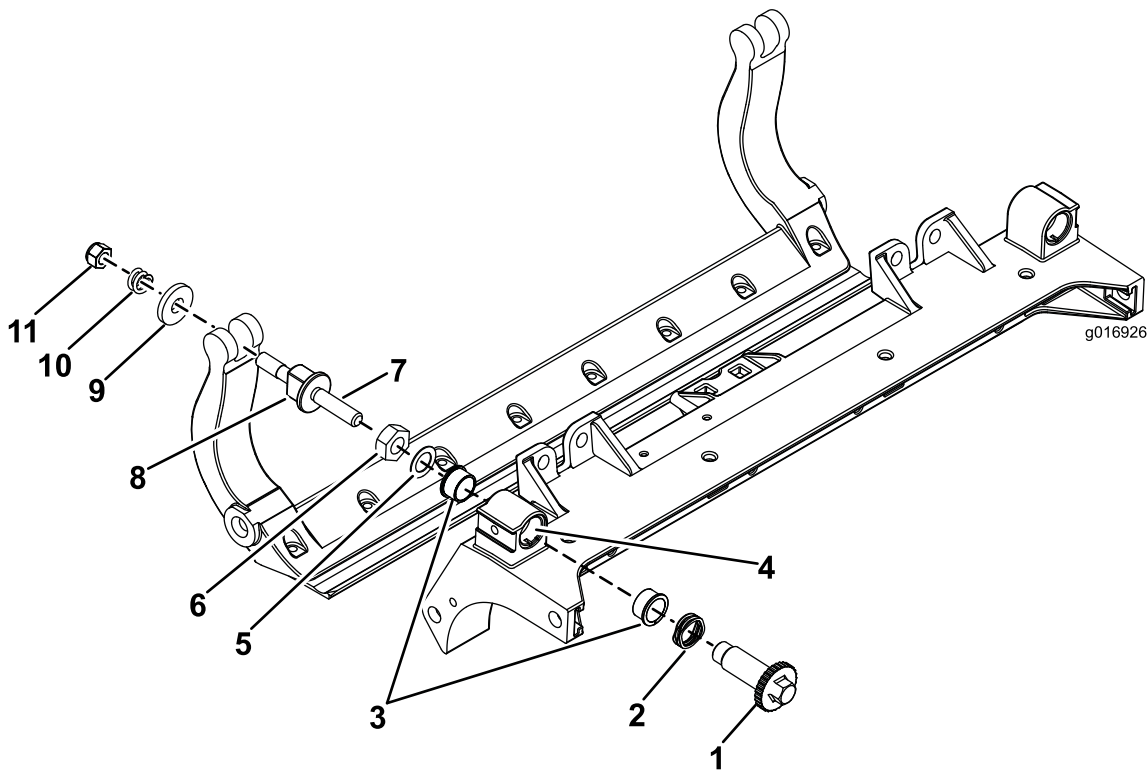

图36
- 1. 拆除所有零件 (请参阅 HD DPA 套件 (型号 120 - 7230) 安装说明和图36)。
- 2. 将防粘剂涂抹到滚刀组承载架的轴套区内侧 (图36)。
- 3. 将凸缘轴套上的键与机架的槽对准, 然后安装轴套 (图36)。
- 4. 将一个波形垫圈安装到调节器轴上, 然后将调节器轴滑入滚刀组机架中的凸缘轴套内 (图36)。
- 5. 用扁平垫圈和锁紧螺母固定调节器轴 (图36)。上紧锁紧螺母扭矩至 20~27N·m。
在两个尼龙垫圈的外侧各放一个钢垫圈 (图36)。
- 11. 旋紧每个底刀架调节器组件上的螺母, 直到加压弹簧完全压紧, 然后往回松开 1/2 圈 (图36)。